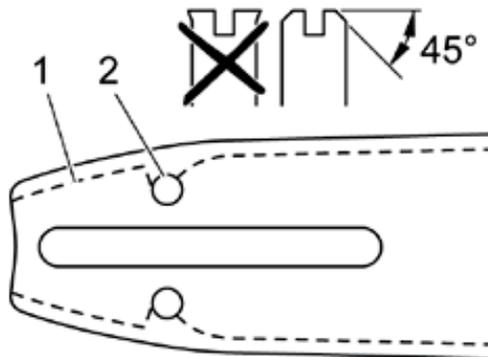

Рис. 15
11.3 Проверка и смазка звездочки шины (Рис. 15, 16)
Регулярно проверяйте шину на наличие повреждений. Удалите все выступающие заусенцы (рис.15).
1. Тщательно очистите канавку в шине (рис.15 поз.1) и отверстие для смазки (рис.15 поз.2).